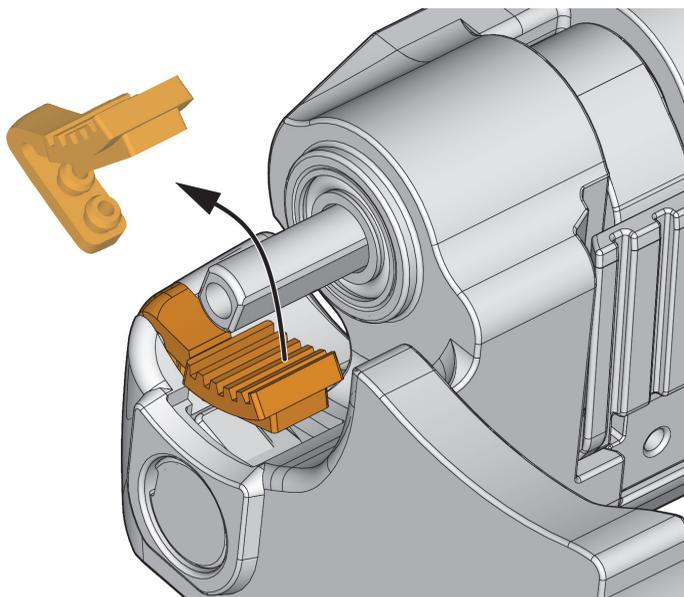

Figure 5-8 Retrait de la plaquette de frein
3. Soulevez la plaquette de frein et tirez-la vers l'extérieur pour la retirer des points de fixation (Figure 5-8 à la page 84).